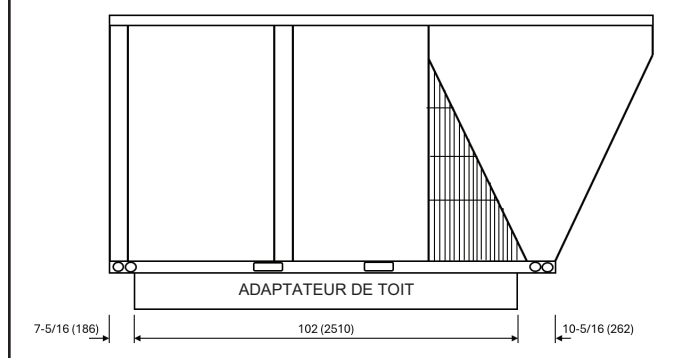

FIGURE 3
- 7 - 180-240 unités dépasseront également si elles sont installées sur le rebord de la boîte en C. Voir la FIGURE 3 pour plus de détails.